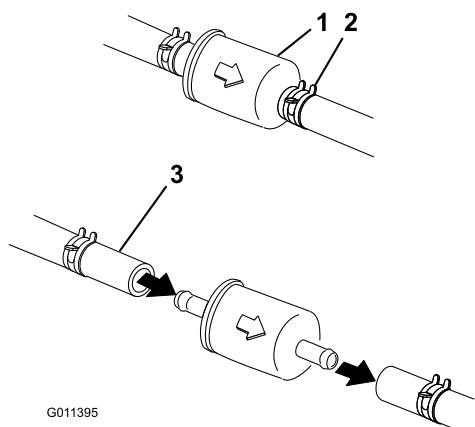

Figura 47
5. Premete le estremità delle fascette stringitubo ed allontanatele dal filtro (Figura 47).
- Montate un nuovo filtro ed avvicinate le fascette stringitubo al filtro (Figura 47).